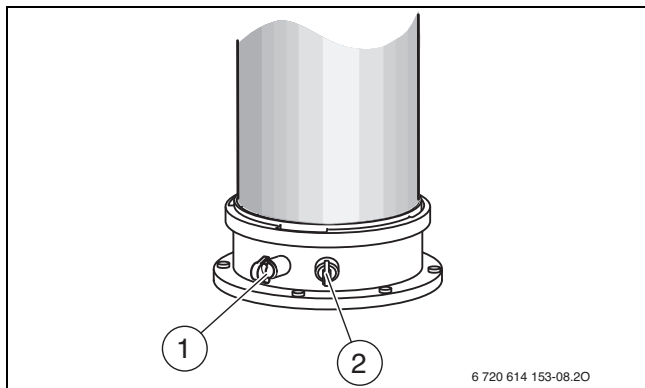

Рис. 43 Штуцер для измерения дымовых газов и штуцер для измерения воздуха для горения
- ▶ Снимите заглушку с измерительного штуцера дымовых газов [1] (→ рис. 43).